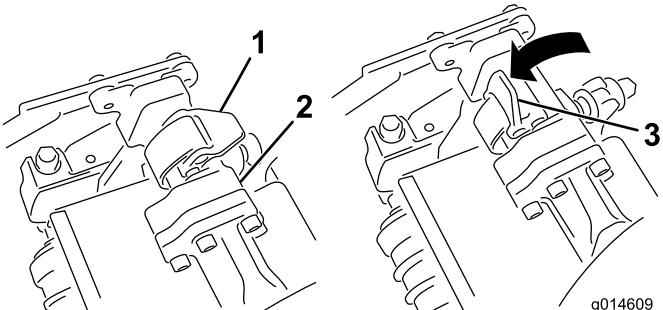
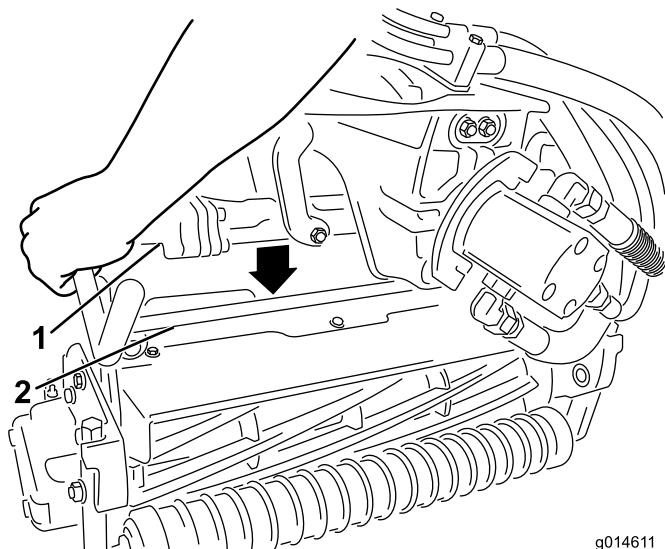

図 33
図 34
3. サスペンション・アームのバーについているラッチを上向き（開いた状態）にして（図 33）、サスペンション・アームを押し下げて、バーを、カッティングユニットのバーの上に被せるようにする（図 34）。
4. ラッチを下げて閉じるとカッティングユニットのバーがロックされてユニットがアームにセットされる（図 33）。
4. 取り外したいカッティングユニットのサスペンション・アームのバーについているラッチを開く(図 33)。